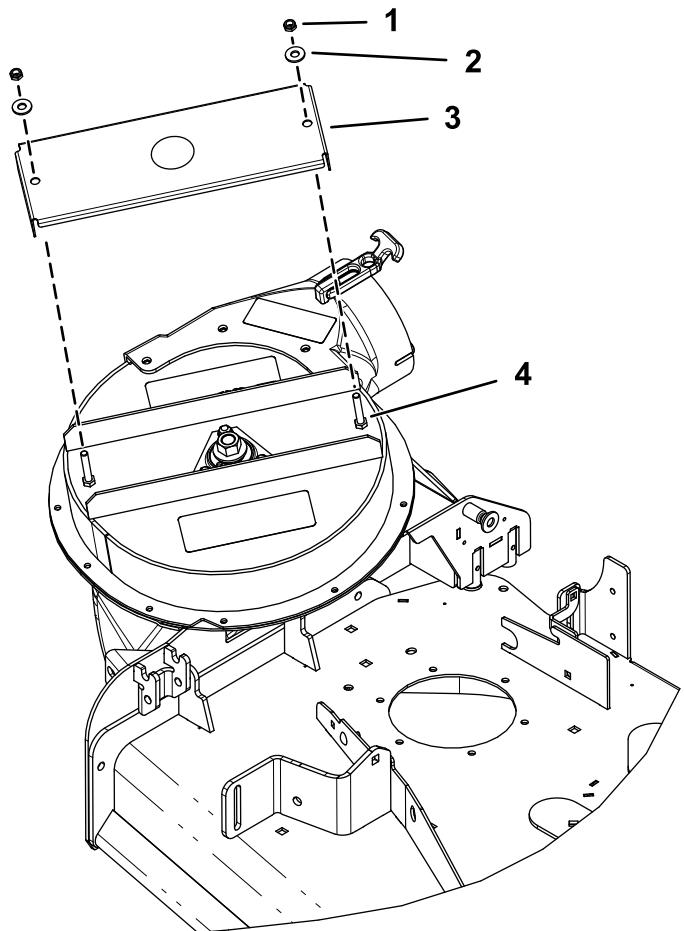

Figura 10
2. Retire y deseche la cubierta del eje (Figura 10).
1. Retire las 2 tuercas y 2 arandelas que sujetan la cubierta del eje al conjunto del soplador (Figura 10).